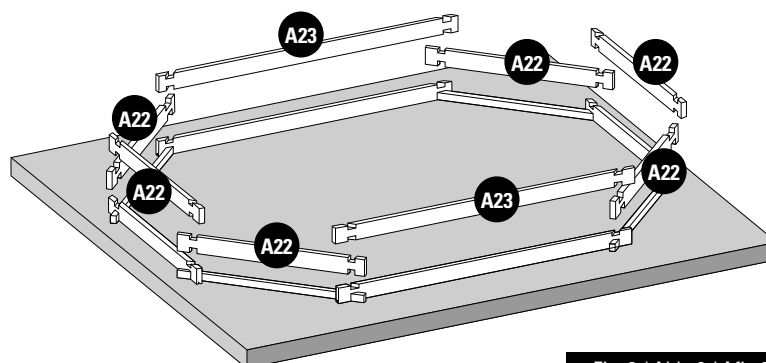

Fig. 2 / Abb. 2 / Afb. 2
**EN** **2nd LAYER OF BOARDS:** • Install the second layer of boards as shown in figure 2. • There is a wooden wedge in the structure packet to correctly assemble the boards. • Never directly hit against the boards. Do not hit them with anything metallic. This would inevitably damage the wood. • Try to correctly assemble the boards right from the start. There should not be any space between each layer of boards to avoid maladjustment of the higher boards.
**FR** **2ÈME RANGÉE DE MADRIERS :** • Positionnez les madriers de la deuxième rangée conformément à la figure 2. • De manière à emboîter correctement les madriers, une cale en bois est à votre disposition dans le colis de structure. • Ne pas taper directement sur les madriers. • Ne pas frapper avec une pièce métallique. Cela détériorerait le madrier irrémédiablement. • Veillez à emboîter bien à fond les madriers dès le départ. Il ne doit pas y avoir d'espace entre chaque rangée pour éviter un décalage au niveau des madriers supérieurs.
**DE** **2. BRETTERREIHE:** • Platzieren Sie die Bretter der zweiten Reihe laut Abb. 2. • Um die Bretter richtig anbringen zu können, finden Sie einen Holzkeil im Paket des Tragwerks. • Nicht direkt auf die Bretter klopfen. • Nicht mit einem Metallteil darauf klopfen. Es würde das Holz unabänderlich beschädigen. • Versuchen Sie, die Bretter von Anfang an tiefgehend ineinander zu fügen. Zwischen den Reihen darf kein Platz sein, um eine Fehlanpassung der oberen Bretter zu vermeiden.
**NL** **2ª RIJ PLANKEN:** • Plaats de planken van de tweede rij zoals aangegeven op afbeelding 2. • Om de planken correct te assembleren, zit er een houten wig in het pakket van het frame. • Sla niet direct op de planken. • Sla er niet direct op met metaal. Hierdoor raakt het hout onherstelbaar beschadigd. • Zorg ervoor dat de planken vanaf het begin stevig op elkaar aansluiten. Er mag geen ruimte tussen de rijen overblijven, om te voorkomen dat de bovenste houtdelen onregelmatig uitkomen.